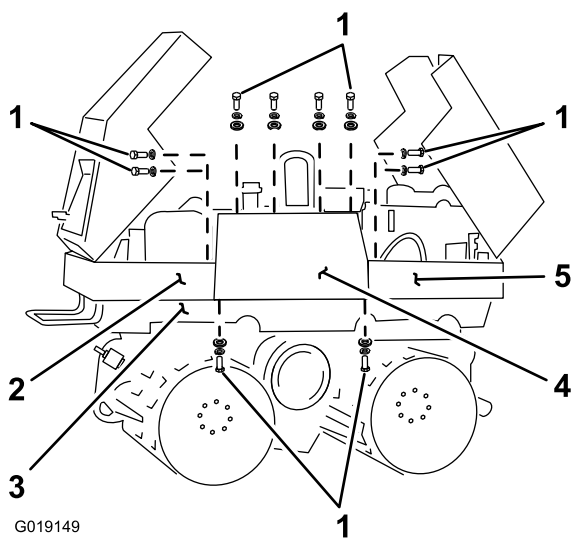
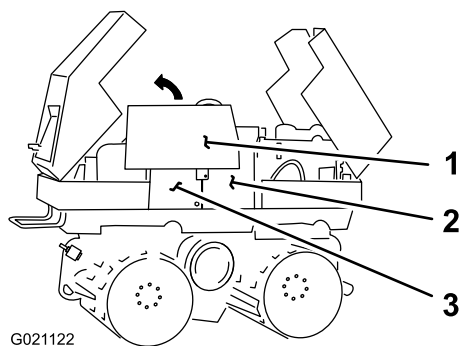

Figura 76
Figura 77
- B. Coloque un recogedor de aceite usado con capacidad de 57 litros (15 galones US) debajo del tapón de vaciado, situado en el lado derecho inferior del depósito hidráulico (Figura 77).
- C. Retire el tapón de vaciado y deje que se drene el aceite hidráulico en el recogedor (Figura 77).
- E. Cuando el aceite hidráulico se haya drenado del depósito, instale el tapón de vaciado en el orificio y apriete el tapón (Figura 77).
1. Retire los pernos y las arandelas que sujetan la parte delantera del panel lateral derecho al **travesaño del capó delantero** (Figura 76).
2. Retire los pernos y las arandelas que sujetan la parte trasera del panel lateral derecho al **travesaño del capó trasero** (Figura 76).
3. Retire los pernos y las arandelas que sujetan el panel lateral derecho al **bastidor superior** (Figura 76).
4. Retire los pernos y las arandelas que sujetan la parte superior del panel lateral derecho al **depósito hidráulico y al depósito de combustible** (Figura 76).
5. Retire el panel lateral derecho del chasis de la máquina, según se muestra en Figura 77.
1. Alinee el panel lateral derecho con los puntos de montaje del depósito hidráulico, el depósito de combustible, el bastidor superior, el travesaño del capó trasero y el travesaño del capó delantero (Figura 76 y Figura 77).
2. Sujete el panel lateral derecho al **depósito hidráulico y al depósito de combustible** con los pernos y las arandelas (Figura 76) que retiró en el paso 4 de Retirada del panel lateral derecho (página 65).
3. Sujete el panel lateral derecho a los **travesaños del capó delantero y del capó trasero** con los pernos y las arandelas (Figura 76) que retiró en los pasos 1 y 2 de Retirada del panel lateral derecho (página 65).
4. Sujete el panel lateral derecho al **bastidor superior** con los pernos y las arandelas (Figura 76) que retiró en el paso 3 de Retirada del panel lateral derecho (página 65).